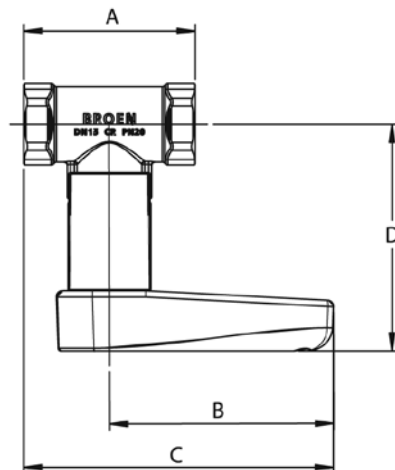

Рис. 17. Клапан БРОЕН Venturi DRV DN15-050 муфтовый
**Таблица 1.6. Артикулы и установочные размеры для резьбовых клапанов БРОЕН Venturi DRV DN 015-050 (рис.17):**